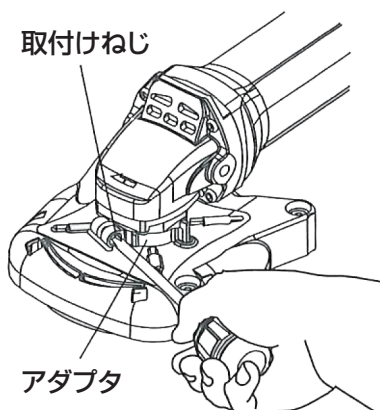

図 1
- (1) ディスクグラインダに取付けられているダイヤカップホイール等先端工具、ホイルガードを取りはずします。
- (2) 本体カバーのアダプタ取付けねじを緩め、開放状態にします。
- (3) ディスクグラインダのホイルガード取付け部にアダプタを取付けます。
- (4) ⊕ ドライバーで取付けねじを確実に締付けて固定します。(図 1)